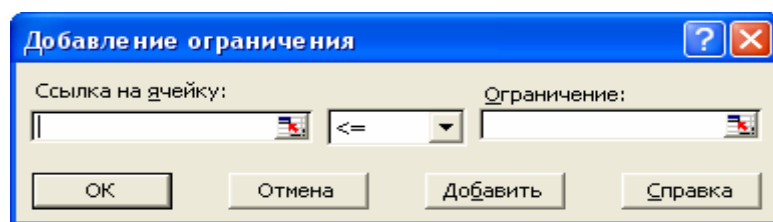

Рис. 4. Диалоговое окно Добавление ограничения
6. Нажмите кнопку **Добавить** (Add), чтобы ввести ограничения для задачи. При этом откроется диалоговое окно **Добавление ограничения** (Add Constraint) (рис. 4).